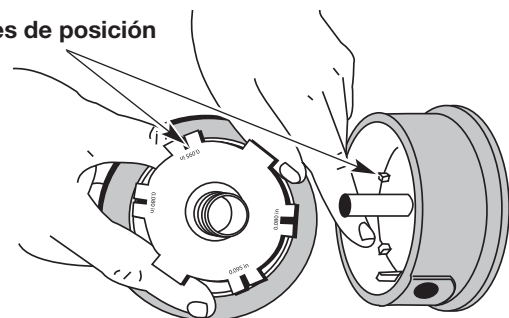

Fig. 33
5. Verifique el desgaste de los dientes de posición del carrete interior y bobina exterior (Fig. 33). Si es necesario, saque la rebaba o cambie el carrete y la bobina.